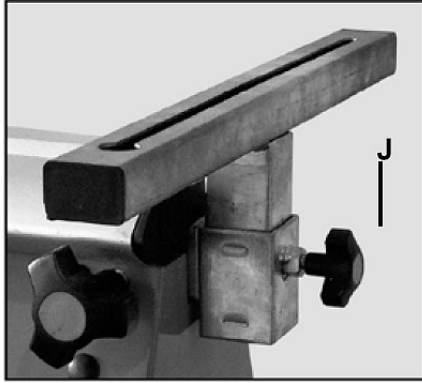

Fig. 5: Montar el soporte en T
Paso 2: Tire de la manija giratoria de bloqueo (J, Fig.5)